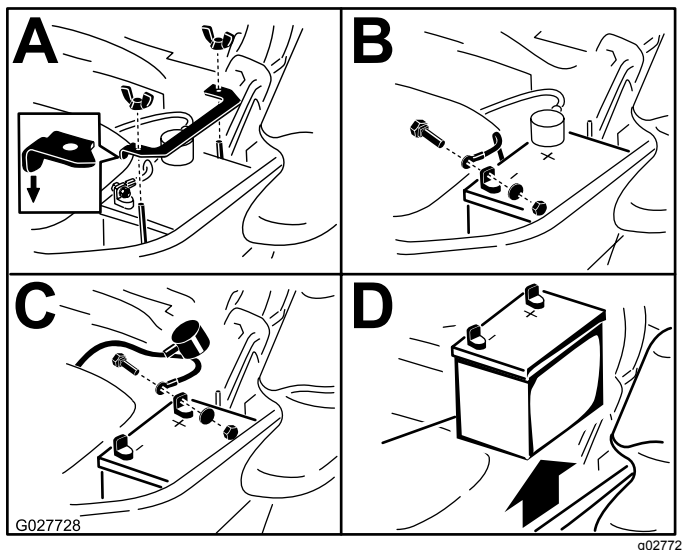

Figura 58
3. Retire la batería, según se muestra en Figura 58.
**Nota:** Coloque la batería en la bandeja, con los bornes frente al depósito de aceite hidráulico (Figura 58).